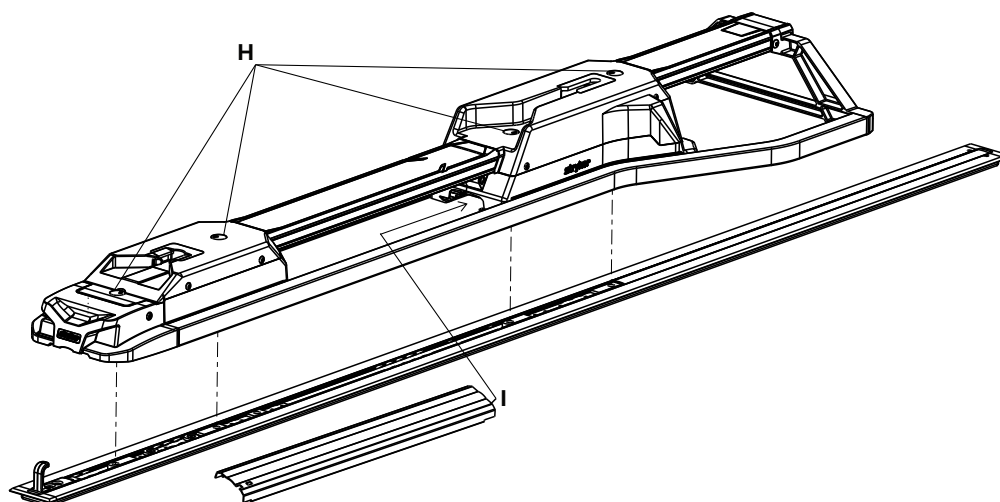

Рисунок 17 – Присоединение фиксатора
17. Поверните вращающиеся колпачки (H) на пол-оборота, чтобы открыть присоединенные болты напольной пластины, находящиеся под колпачками (Рисунок 17).
19. Шестигранным ключом на 3/8 дюйма установите остальные три присоединенных болта напольной пластины (H) в две планки (Рисунок 17).
23. Вставьте сторону центральной крышки без прорези (6392-001-011) (I), в отверстие корпуса головного конца (Рисунок 17).
- С помощью динамометрического ключа затяните все четыре крепежных болта напольной пластины (А) крутящим моментом 60 ± 10 фунт-сил·футов (81 ± 14 Н·м) (Рисунок 17).